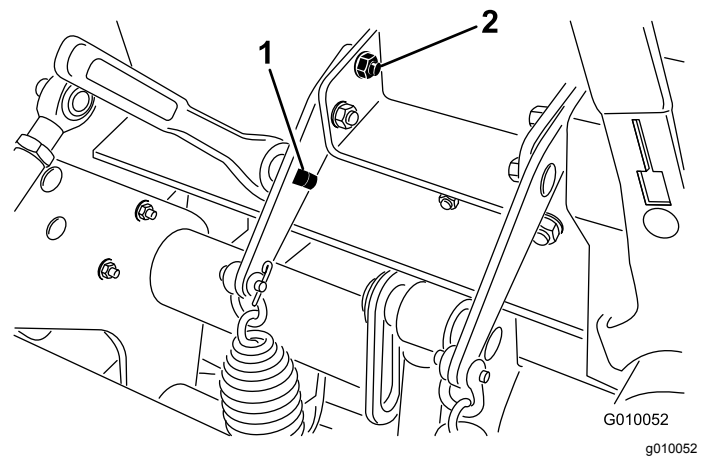

図 38
3. スプリングプレートの四角い穴に 1/2" のラチェットまたはボールを差し込む 図 38。